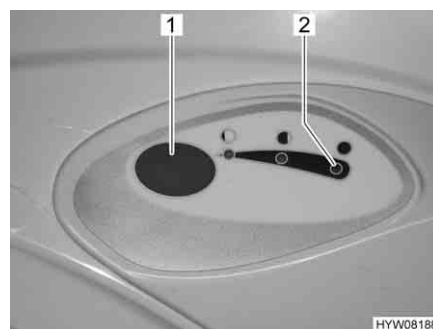

Fig. 101 Pulsante dello sciacquone/spia di controllo toilette Thetford
- Per sciacquare premere il pulsante blu (Fig. 101,1).
La spia di controllo (Fig. 101,2) si accende quando il serbatoio fecale deve essere svuotato.